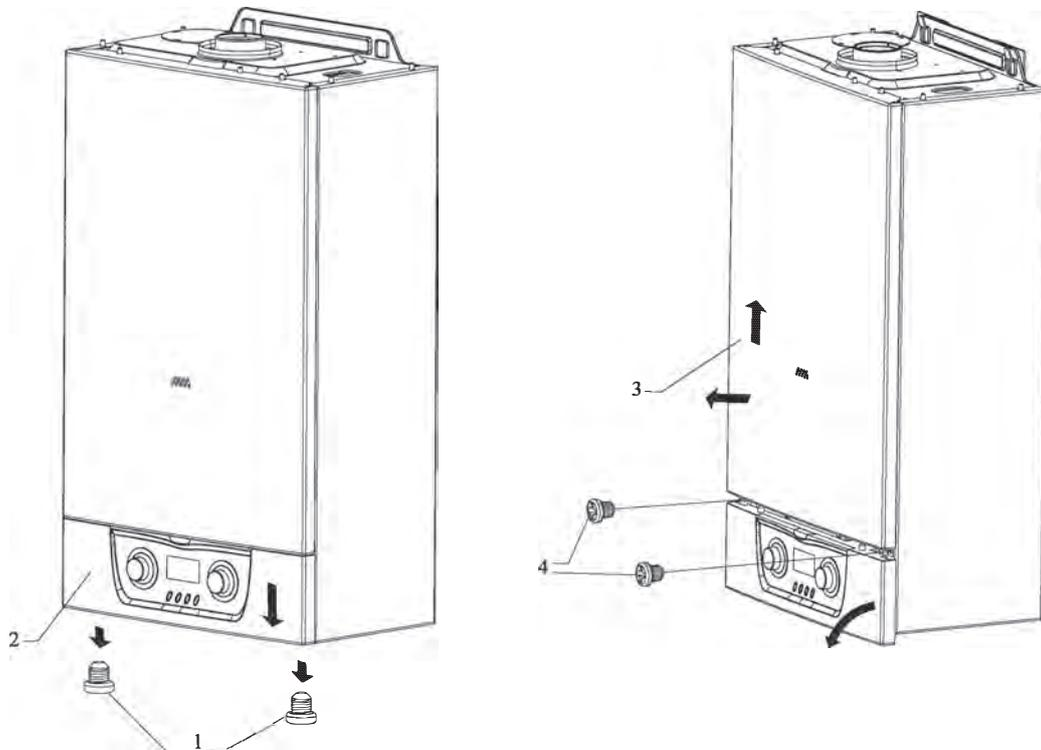

Abbildung 7.1
- Zwei ST3 entfernen. 9*8 Schrauben an der Unterseite des Bedienfeldes (wie in Abb. 7.1 gezeigt 1).
- Nehmen Sie das Bedienfeld und ziehen Sie es nach unten, um die Befestigungsschraube der Frontplatte zu sehen (wie dargestellt 2 in Abb. 7.1).
- ➤ Entfernen Sie die Befestigungsschraube der Frontplatte (wie in Abb. 7.1 4 dargestellt).
- ➤ Heben Sie die Frontplatte nach oben und außen an und nehmen Sie die Frontplatte ab (wie in Abb. 7.1 gezeigt 3).
- Ziehen Sie das Bedienfeld heraus (wie in Abb. 7.1 gezeigt 2).